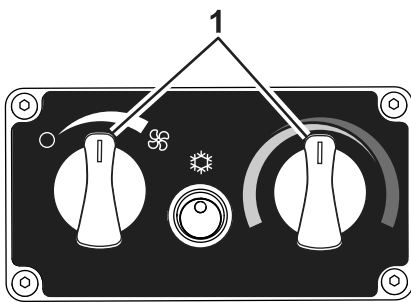

Figure 7
- Amenez les boutons de commande au centre, comme montré à la Figure 7.